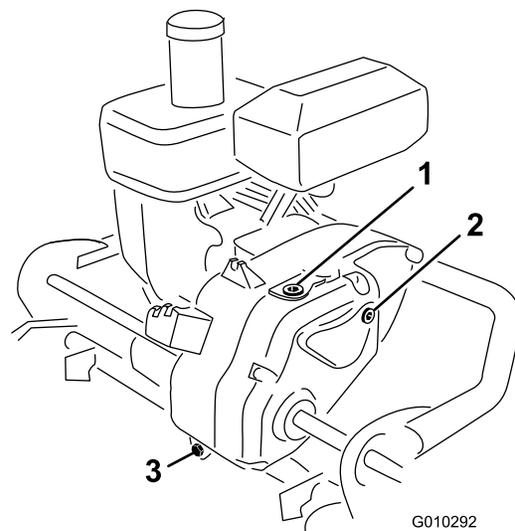

図 34
2. トランスミッション右側にある点検プラグ（図 34）を抜き取る。